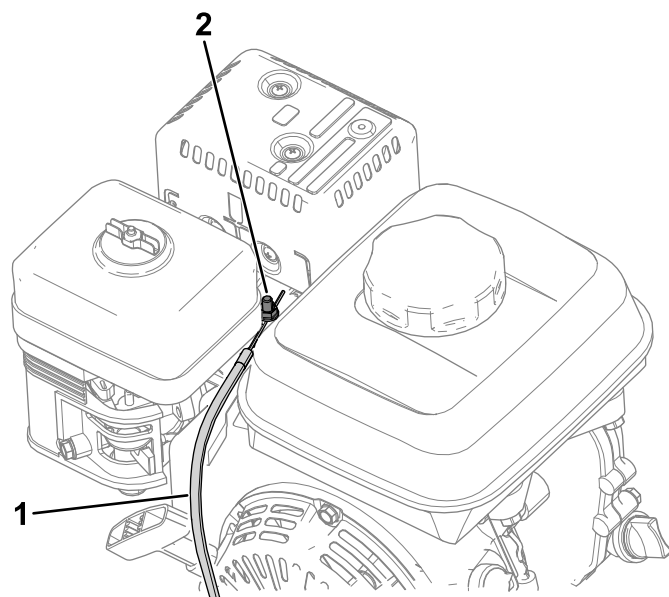

Figure 35
- 4. Desserrez la vis de serrage de la gaine du câble (Figure 35).